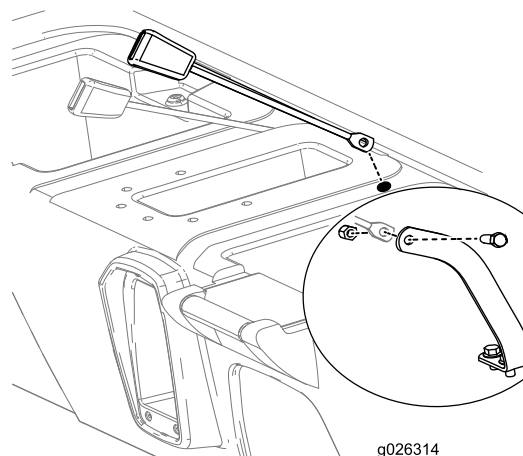

Figura 11
7. Insira a extremidade do receptor de cada conjunto de trinco de cinto de segurança num dos furos que realizou na base do banco (Figura 11).
8. Elevando a traseira da base do banco para obter acesso, monte a extremidade do receptor de cada conjunto de cinto de segurança em cada fixação de cinto de segurança com um parafuso (7/16 pol.) e porca de bloqueio (7/16 pol.) como se mostra na Figura 11.